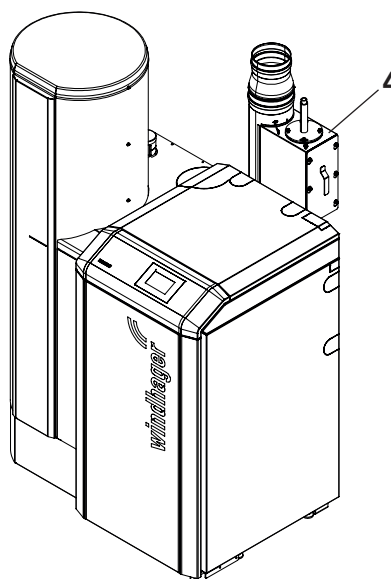

Fig. 74 Filtre à poussières fines dans le tuyau d'échappement
- ▶ Si un filtre à poussières fines est monté dans le tuyau d'échappement (Fig. 74), vérifiez qu'il n'est pas encrassé et nettoyez-le si nécessaire (voir les instructions séparées pour le filtre à poussières fines).